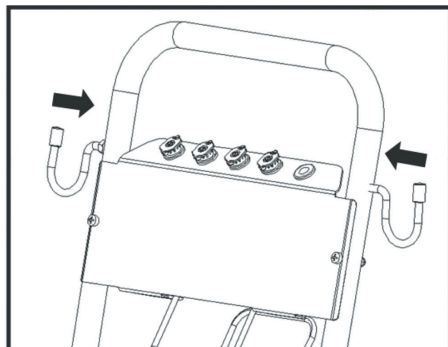

Рис. 5
3. Установите держатель пистолета и держатель шланга в/д на ручку (только для моделей HPW 3500, HPW 7500-3) (рис. 5).